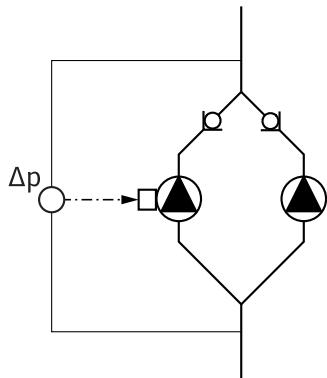

Fig. 13: Exemplu, racord IDP
- În exemplul din fig.13 pompa principală este pompa din stânga, în sensul curgerii. Raccordați la această pompă senzorul de presiune diferențială.
- Punctele de măsurare pentru senzorul de presiune diferențială de la pompa principală trebuie să se afle pe respectiva conductă colectoare pe partea de aspirație și de scurgere a instalației de pompe cu două rotoare (fig.13).